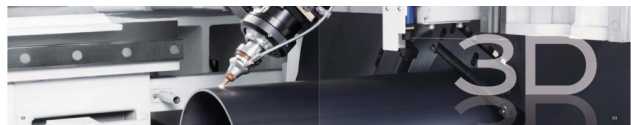

Fig. 6.a.3
- 3D lasersnijden. Door de mogelijkheid om de snijkop onder 45 graden te zetten en vervolgens te roteren is het mogelijk om volledig 3D te kunnen snijden. (Fig 6.a.3)